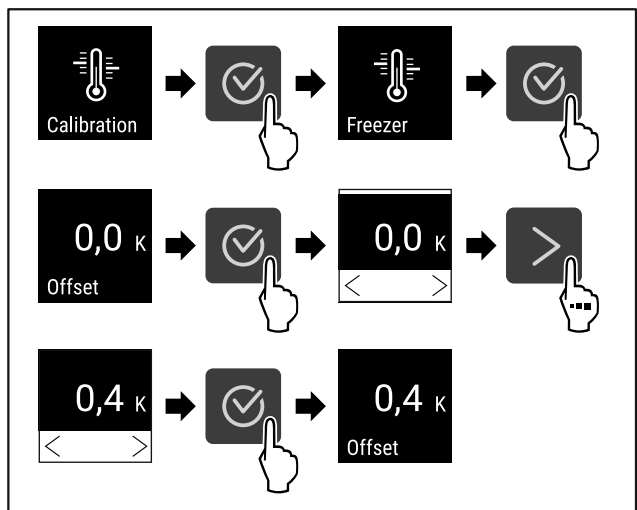

Fig. 96
- ▶ Hajtsa végre a művelet lépéseit (lásd Fig. 96).